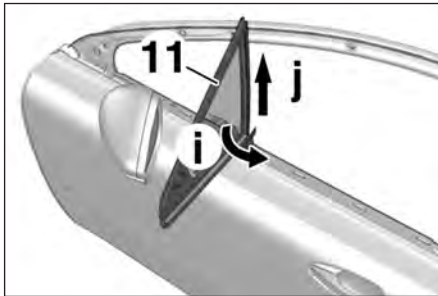

FIG.113
- Faire pivoter suivant la flèche (i) (Fig.113).